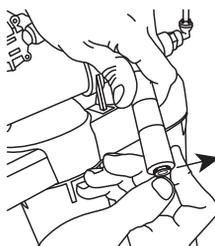

Рис. 26
5.9.4. Извлеките стопорную клипсу из выхода ограничителя потока (Рис. 26). Вставьте шланг от дренажной муфты (Рис. 27). Зафиксируйте стопорной клипсой (Рис. 28). Подключение должно соответствовать схеме подключения модели (Рис. 29)